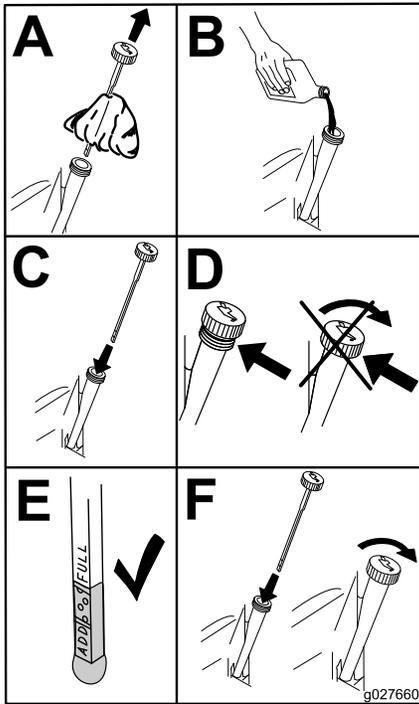

Figura 55
- Deite cerca de 80% do óleo especificado no tubo de enchimento e adicione lentamente o óleo adicional para atingir a marca **Full** (Figura 55).